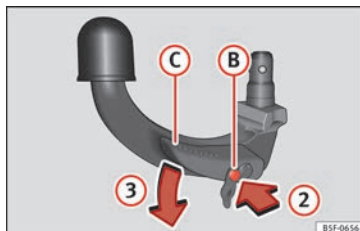

Fig. 224 Passaggio 2
- Premere il perno di sblocco ⑨ nel senso della freccia ② e, al contempo, spingere fino in fondo la leva ③ nel senso della freccia ③ »» **fig. 224.**